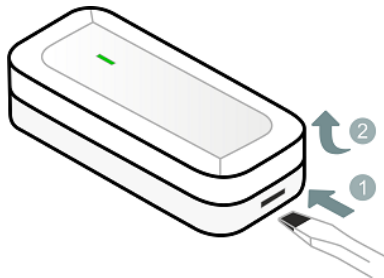
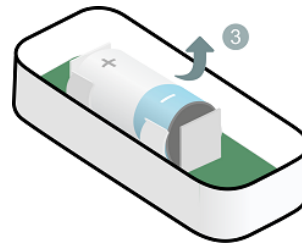

Рисунок 6.3 – Вскрытие корпуса датчика
Рисунок 6.4 – Извлечение батареи
- 2.2. Если датчик не в первый раз переводится в режим связывания, то вскройте корпус датчика: при помощи плоской отвертки нажмите на одну из защелок и, не отпуская защелку, потяните крышку корпуса вверх (см. рисунок 6.3). Извлеките батарею из датчика (см. рисунок 6.4). Подождите 30 секунд и установите батарею обратно, соблюдая полярность.
1. Вскройте корпус датчика, если он был закрыт (см. рисунок 6.3).
2. Подключите провода внешних сенсоров к клеммам (6):
2. С помощью индикации на датчике. Для этого вскройте корпус датчика (см. рисунок 6.3) и дважды нажмите на кнопку тампера (7, рисунок 2.1). Посмотрите на индикатор датчика. Соответствие уровня связи и индикации представлено в таблице 9.1.
- 1) Вскройте корпус датчика (см. рисунок 6.3).